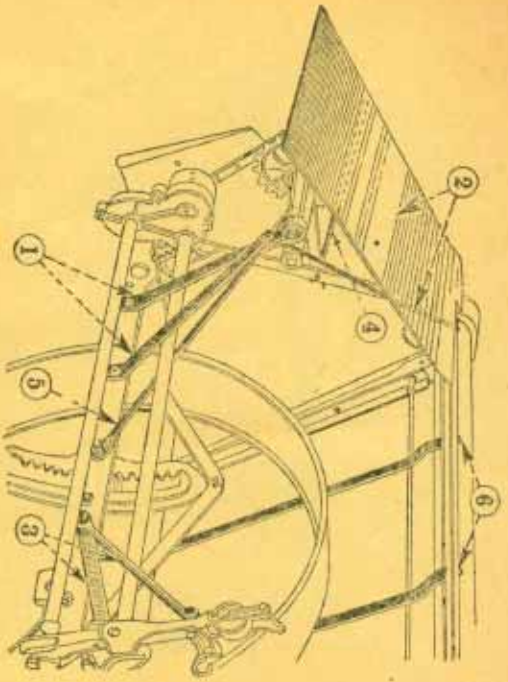

Bild 27
- Bild 27, Seite 26
7. Das andere Ende der Elevatorquerstrebe zusammen mit der runden Bindelantriebsnulsenschraube (8) und der Flachstrebe (9) (Rundstrebe zwischen den beiden Flachstreben) am Bindelantriebsnulsenschrauber befestigen.
8. Unteres Ende der Rundstrebe an der Hauptrahmenachswelle mit der Schraube befestigen, die gleichzeitig den Hauptrahmenlager hält, wie Bild 27, Pos. 5 zeigt.